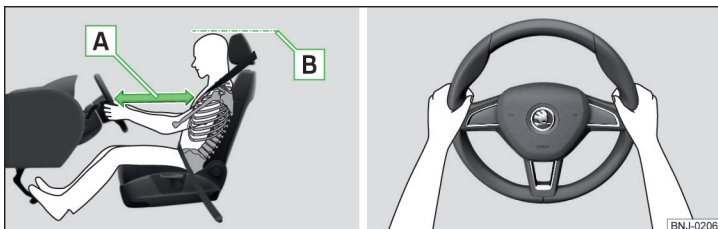

Fig. 14 Poziția corectă a scaunului șoferului/Poziția corectă la volan
- ✓ Reglați volanul în așa fel, încât distanța dintre volan și torace să fie de cel puțin 25 cm » [fig. 14 - \[A\]](#).
- ✓ Reglați tetiera, astfel încât marginea superioară a tetierei să se afle, pe cât posibil, la aceeași înălțime cu partea superioară a capului dumneavoastră (nu este valabil pentru scaunele cu tetieră integrată) » [fig. 14 - \[B\]](#).
- În timpul mersului volanul trebuie ținut cu ambele mâini, de partea exterioră laterală, în poziția „orei 9” și „orei 3” » fig. 14. Nu țineți niciodată volanul în poziția „ora 12” sau în altă poziție (de exemplu de centrul volanului, de marginea interioară etc.). În caz contrar, în cazul declanșării airbagurilor, se poate provoca accidentarea gravă a mâinilor, brațelor și a capului.
- ✓ Reglați tetiera, astfel încât marginea superioară a tetierei să se afle, pe cât posibil, la aceeași înălțime cu partea superioară a capului dumneavoastră » fig. 14 la pagina 19 - B (nu este valabil pentru scaunele cu tetieră integrată).
- ✓ Reglați tetierele, astfel încât marginea superioară a tetierelor să se afle, pe cât posibil, la aceeași înălțime cu partea superioară a capului dumneavoastră » fig. 14 la pagina 19 - B.